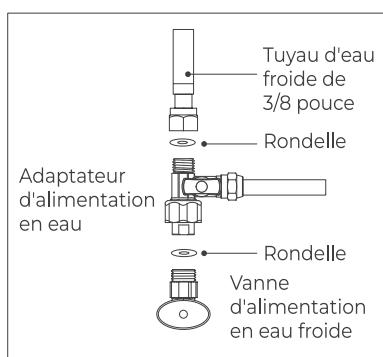

Figure 5
- Visser l'adaptateur d'alimentation en eau sur la vanne d'alimentation en eau froide (avec sa garniture) et le serrer avec une clé à molette (**Figure 5**).